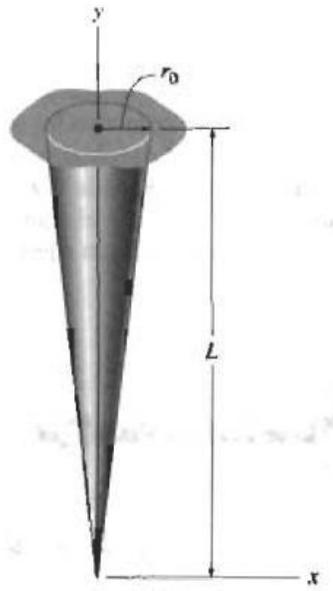

Figura 3: Figura Problema 2
2. Una pieza con forma de cono está hecho de un material que tiene un peso específico  $\gamma$  y un módulo de elasticidad  $E$ . El cono tiene las dimensiones del cono se muestran en la figura 3. Determine el desplazamiento de su extremo inferior bajo el efecto de su propio peso.